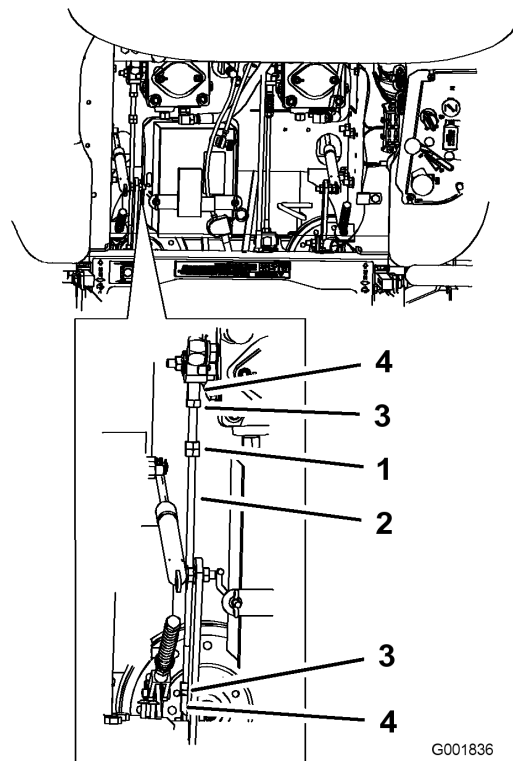

Figura 59
1. Afloje las contratuercas de la articulación esférica de la varilla de control de la bomba (Figura 59).
3. Ajuste la longitud de la varilla de la bomba girando las tuerca dobles de la varilla, en el sentido apropiado, hasta que la rueda quede estacionaria o se mueva muy lentamente en marcha atrás (Figura 59).
6. Apriete las contratuercas de las articulaciones esféricas (Figura 59).